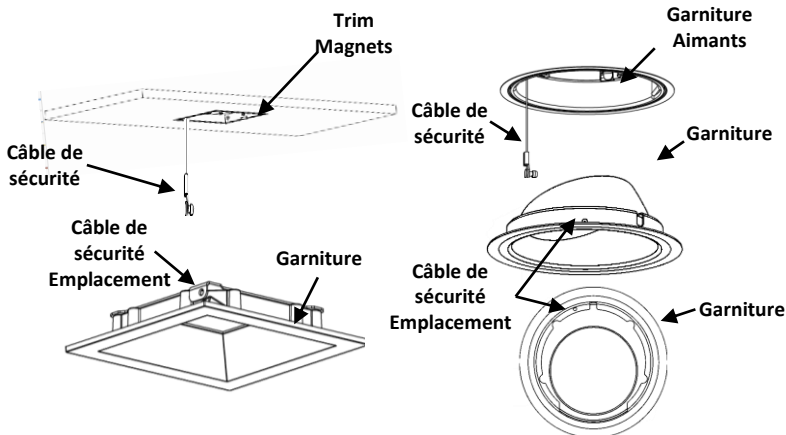

Figure 3.1
Pour installer la garniture, attachez le câble de sécurité à la garniture et alignez la garniture sur le trou d'ouverture. Poussez la garniture dans l'ouverture jusqu'à ce que les aimants fixent la garniture dans l'ensemble. Assurez-vous que le câble de sécurité ne traverse pas la surface de la lentille. Pour la garniture à trou d'épingle, fixez le câble à l'extrémité du câble de garniture (Figure 3.1)
**Remarque :** Au moment d'installer la garniture et insérer le câble, assurez-vous qu'il n'interfère pas avec des aimants. Pour retirer la garniture fait-le verticalement. (Figure 3.1)